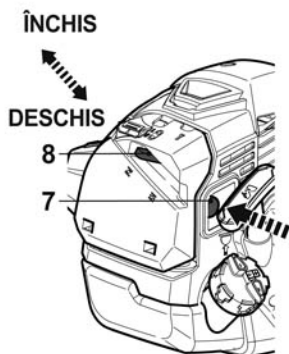

Fig. 21
- > Puneți șocul [8] pe poziția **ÎNCHIS**  și apăsați butonul de amorsare [7] până când se vede combustibilul (Fig. 21).